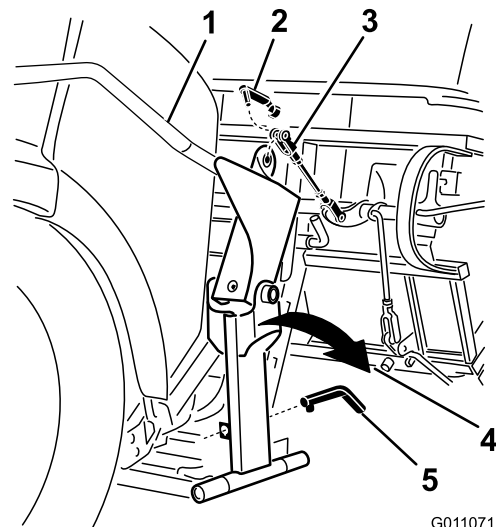

Рисунок 34
3. Снимите пружинную скобу штифта с отверстием, который соединяет вилку с рукояткой (Рисунок 34).
4. Выдвиньте штифт наружу из профилированного отверстия, предназначенного для удерживания рукоятки на месте (Рисунок 34).
5. Поверните рукоятку наружу, чтобы получить доступ к капоту (Рисунок 34).